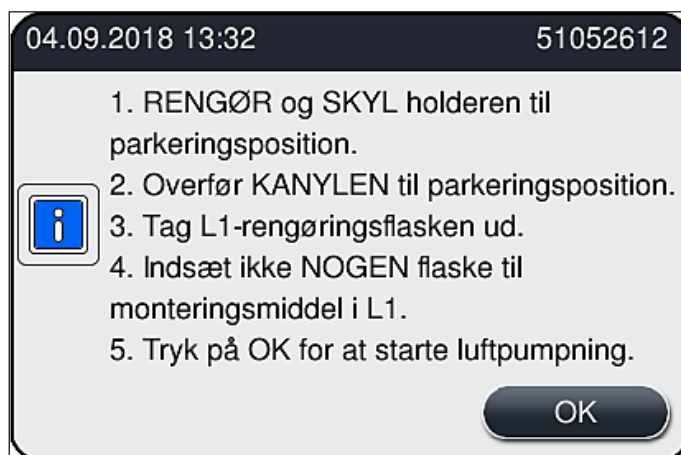

Fig. 106
4. Notér dig den næste meddelelse (→ Fig. 106), som indeholder instruktioner, og bekræft med knappen **Ok**.